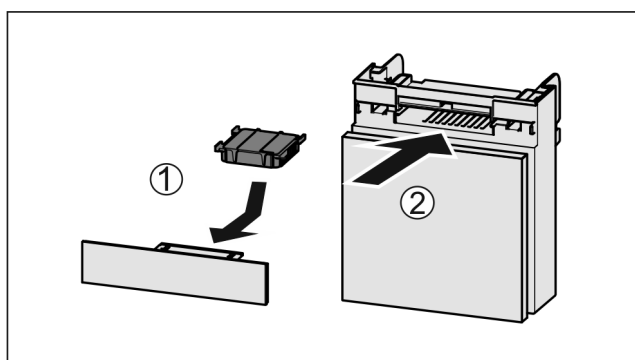

Fig. 169
- ▶ 按图装入 Fig. 169 (1) 活性炭过滤器。
- ▶ 推入 Fig. 169 (2) 抽屉。